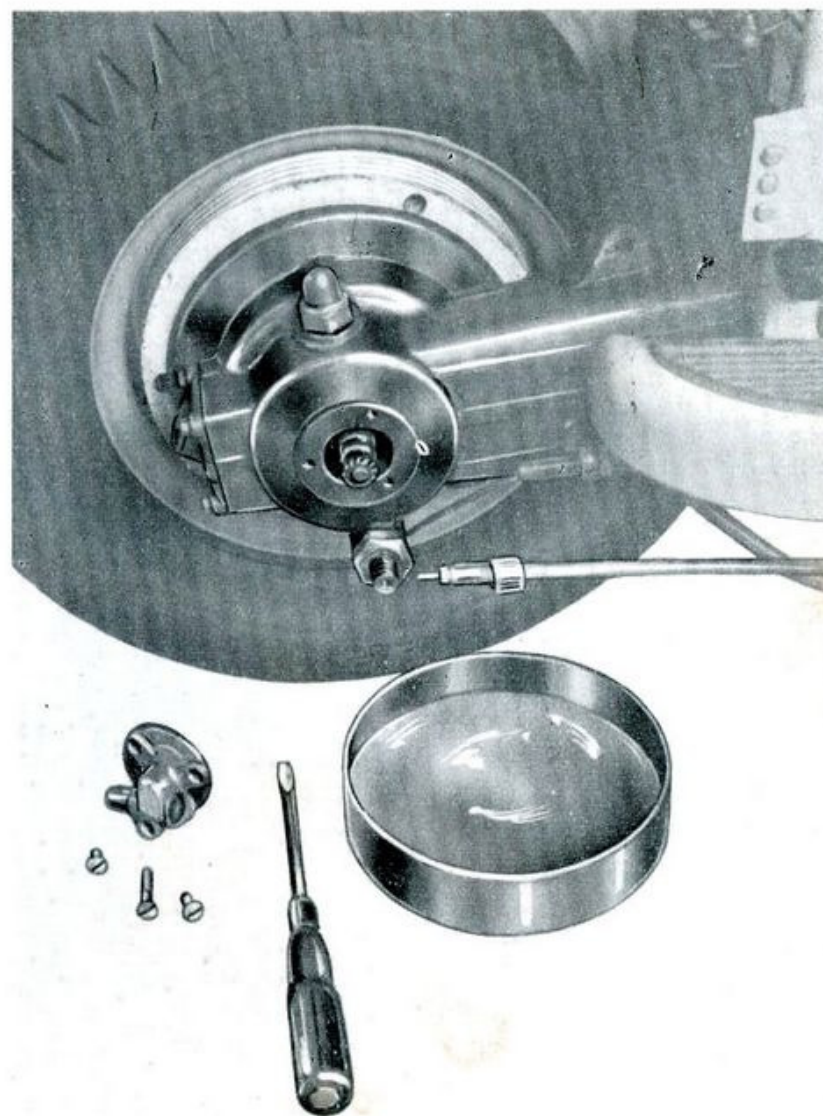

Fig. 38
- 2) Porre una vaschetta, per la raccolta dell'olio, sotto il carter trasmissione (vedi fig. 38); svitare e togliere le tre viti di bloccaggio del supporto rinvio e separare quest'ultimo dal carter trasmissione.